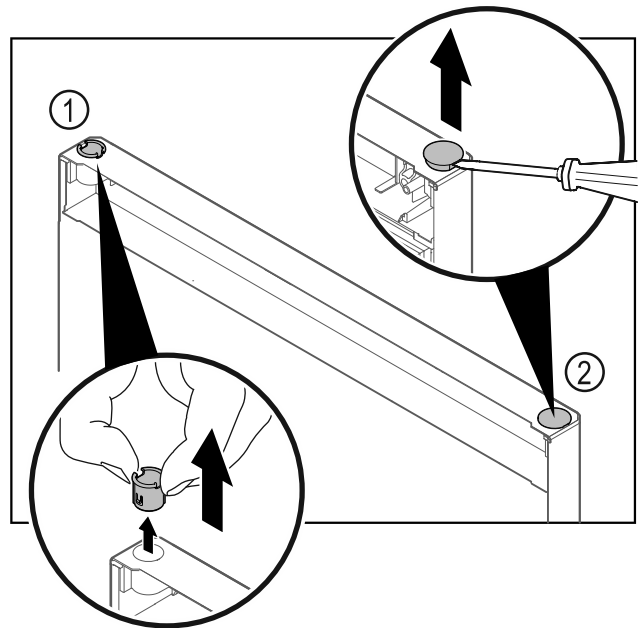

Fig. 14
- Trekk ut hengselbøssingen Fig. 14 (1) med fingrene.
- Løft dekkstøpselet Fig. 14 (2) forsiktig opp med en skruetrekker, og trekk det av.